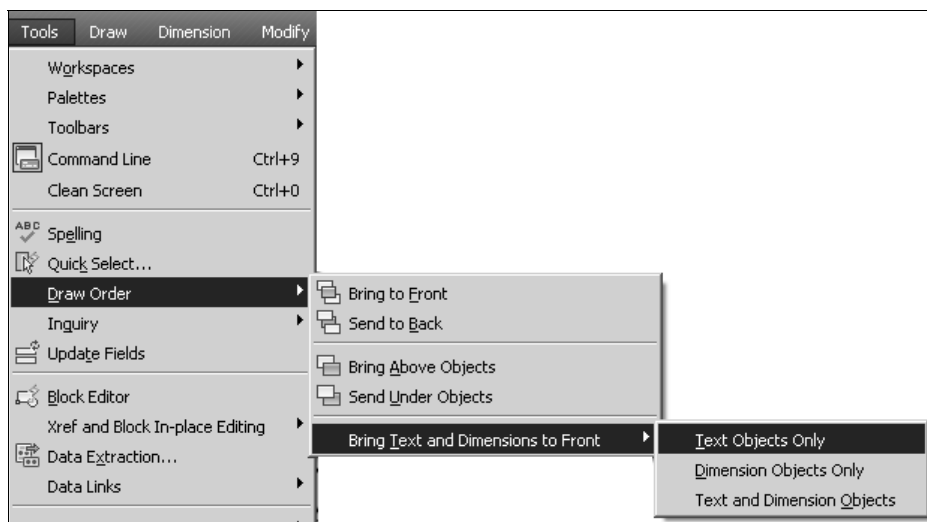

Рис. 11.25. Меню для перемещения текста на передний план
2. Из появившегося дополнительного меню выберите **Bring Text and Dimensions to Front** (Передний план для текста и размеров), а из следующего за ним меню **Text Object Only** (Только тексты) (рис. 11.25). Команда завершится, а на экране и в чертеже все текстовые объекты переместятся на передний план.